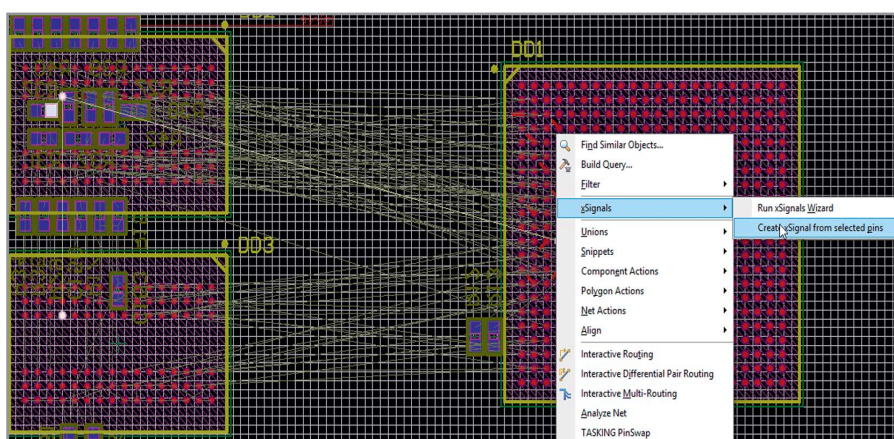

Рис. 4. Формирование xSignals командой Create xSignal from Selected Pins
2. Выберите два контакта (контакта компонента) в рабочей области редактора печатной платы, затем щёлкните правой кнопкой по нужному контакту и выберите xSignals > Create xSignals from Selected Pins (xSignals > Создать xSignals из выбранных контактов) из контекстного меню (см. рис. 4).